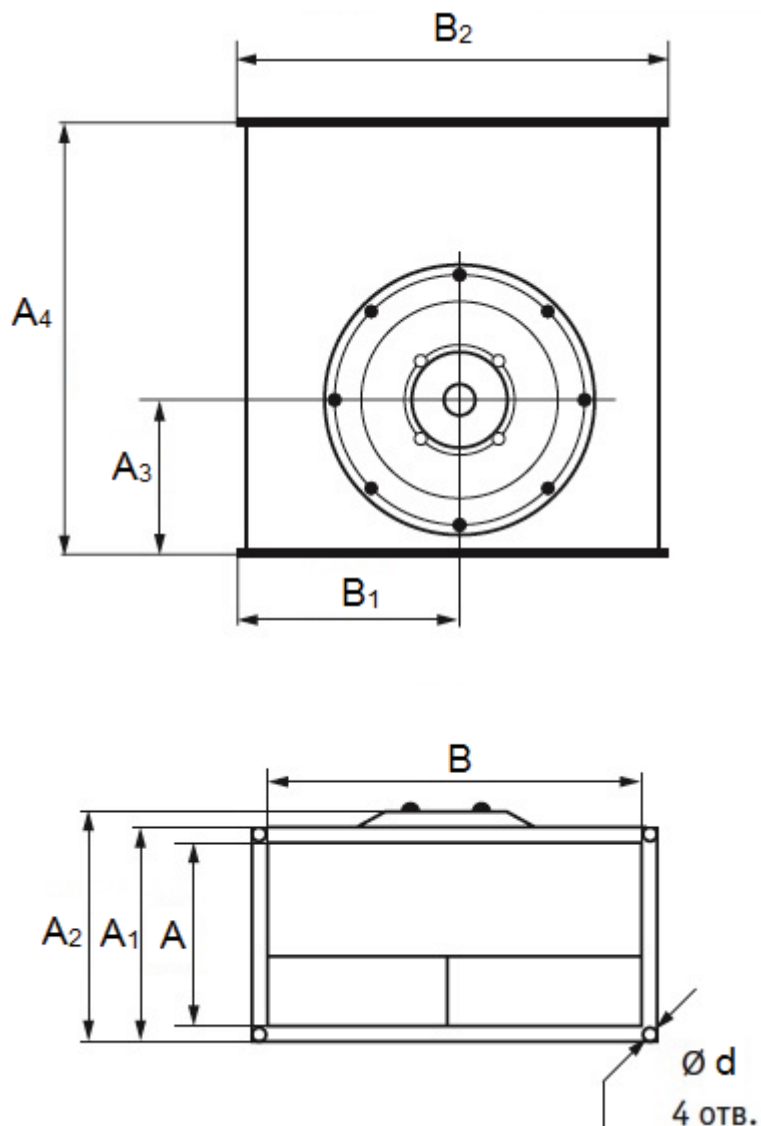

РИС. 1. Габаритные и присоединительные размеры вентиляторов ВКП
1.2.3. Устройство вентиляторов, габаритные, присоединительные и установочные размеры вентиляторов указаны на рис. 1., табл. 1.